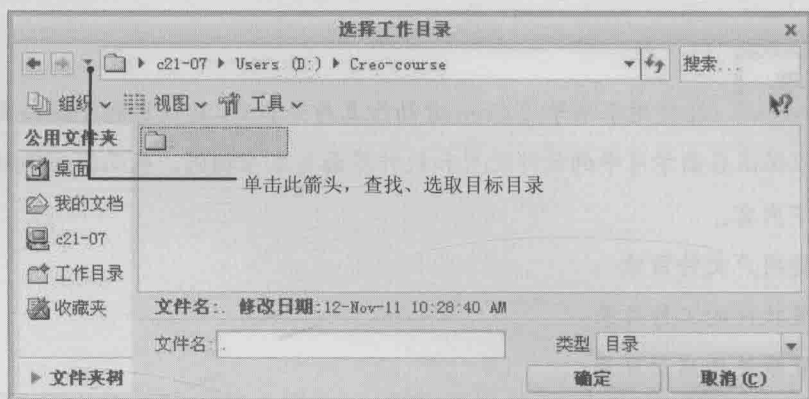

图 1.2.1 “选择工作目录”对话框
Step2. 在弹出的图 1.2.1 所示的“选择工作目录”对话框中选择“D:”。